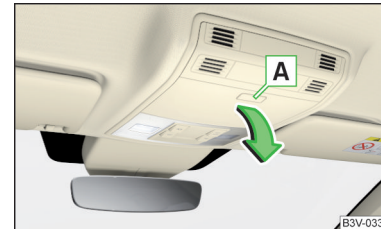

Abb. 97
- Zum **Öffnen** die Taste **A** drücken. Das Fach klappt in Pfeilrichtung » Abb. 97.